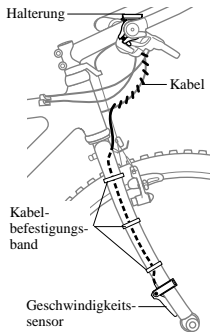

Abb.20
- Das Kabel mit dem Kabelbefeestigungsband gemäß Abb. 20 befestigen. Das Kabel um das äußere Kabel bis zum Lenker herumwickeln. Beim Anpassen der Länge darauf achten, daß das Kabel nicht die Lenkfunktion behindert.